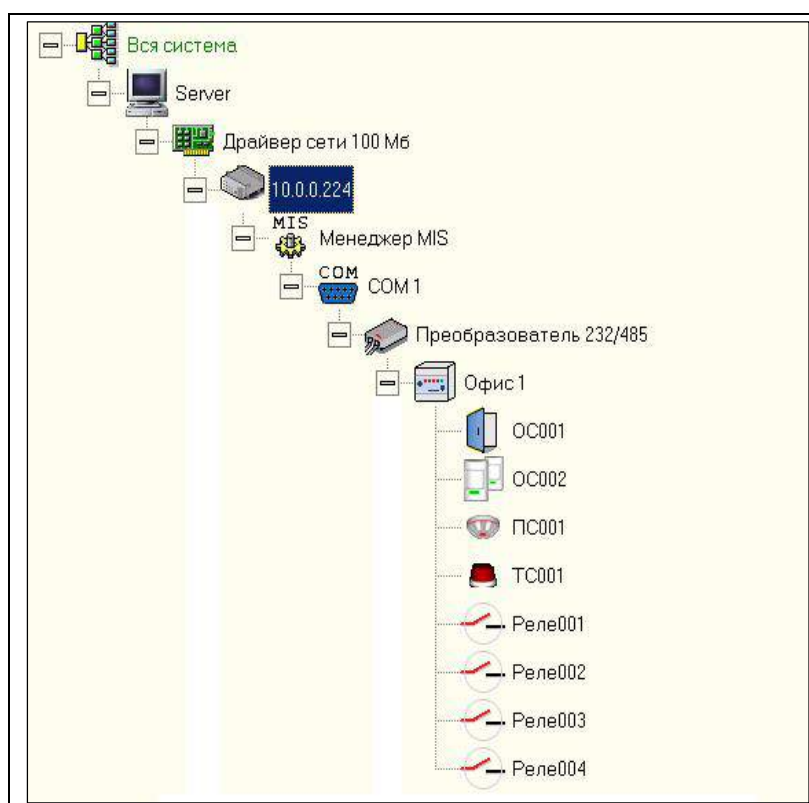

Рисунок 4.1 Фрагмент дерева конфигурации АРМ «Конфигуратор».
- добавить прибор в дерево конфигурации оборудования программы АРМ «Конфигуратор». Пример описания прибора представлен на Рис.4.1. На рис.4.1 цепочка устройств с наименованиями «10.0.0.224» (Сервер блоков сопряжения), «Менеджер МИС» (Менеджер МИС), «СОМ 1» (СОМ-port), «Преобразователь 232/485» (Адаптер RS-232/485) описывают физическое устройство Коммуникатор Приток-ТСР/IP-010 (Коммуникатор RS-485 контроля доступа). Устройство «Офис 1» (ППКОП 011-8-1-010) описывает охранный прибор ППКОП 011-8-1-010;